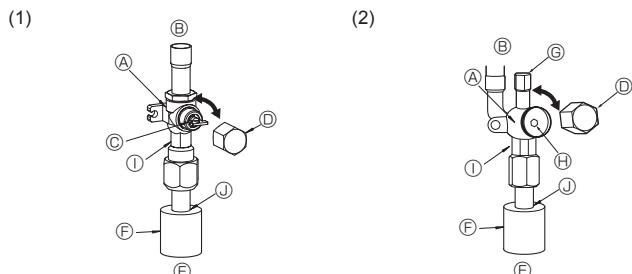

Fig. 4-6
- (1) Gasside (Fig. 4-6)
- ① Afmonter hætten, træk håndtaget hen imod Dem og drej en 1/4 omgang mod uret for at åbne.
- ② Kontroller, at stopventilen er helt åben, skub håndtaget ind og drej hætten tilbage til den oprindelige position.